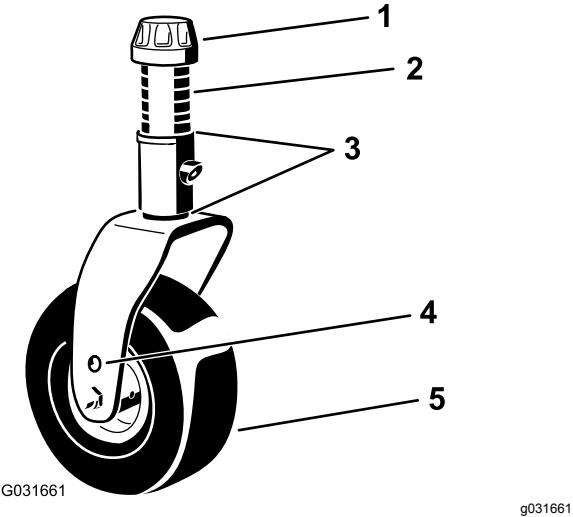
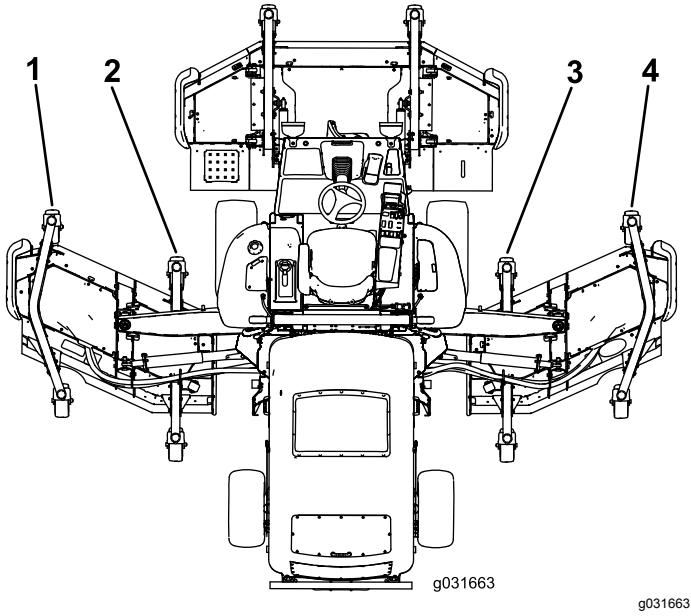

Bild 28
Bild 29
5. Entfernen Sie, wenn die innere Schnittkante des der Flügelschneideinheit im Verhältnis zur äußeren Kante der Frontschneideinheit zu hoch ist, eine 1 Beilagscheibe von der Unterseite des vorderen inneren Laufradarms an der Flügelschneideinheit (Bild 28 und Bild 29).
6. Wenn die Innenkante weiterhin zu hoch ist, entfernen Sie eine weitere Beilagscheibe von der Unterseite des vorderen inneren Laufradarms der Flügelschneideeinheit und eine Beilagscheibe vom vorderen äußeren Laufradarm der Flügelschneideeinheit (Bild 28 und Bild 29).
Kante der Frontschneideeinheit zu niedrig ist, eine Beilagscheibe (3 mm) zur Unterseite des vorderen inneren Laufradarms an der Flügelschneideeinheit hinzu (Bild 28 und Bild 29).